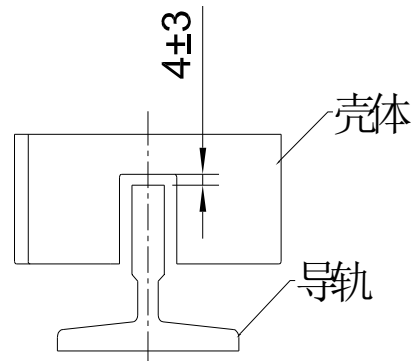

图 6
2.6 安全钳安装后，导轨顶面距离壳体钳口底部的距离为 $4 \pm 3\text{mm}$ (图 6);